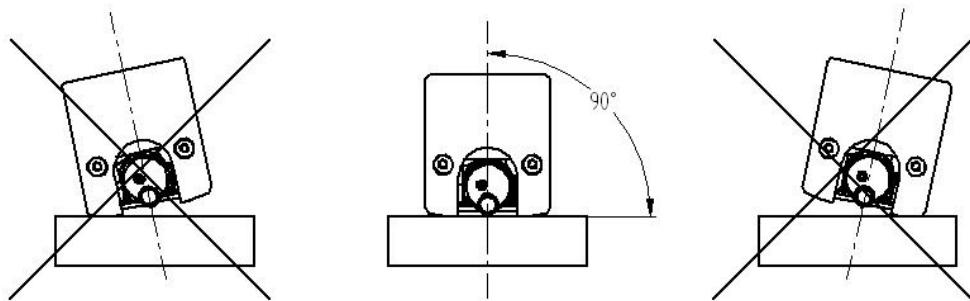
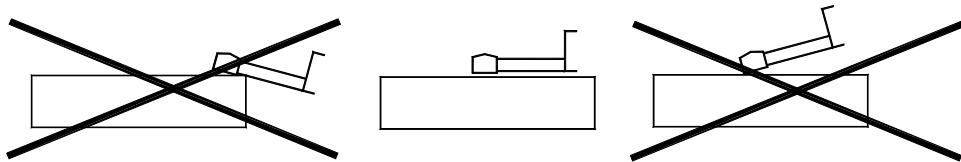

图 2-1 前视图
图 2-2 侧视
- c. 参照图 2-1、图 2-2, 将驱动器正确、平稳、可靠地放置在工件被测表面上;